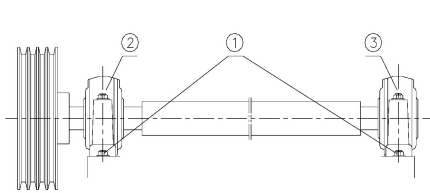

图 8
(1) 使用轴承座的情况 **Using of bearing house**
轴承座上螺栓按（图 8）所示程序锁紧：在底部二侧的螺栓①先行锁紧，对于水平中分型的轴承座先慢慢地锁紧自由侧的螺栓②（轴承的自由侧一般取在非电动机一侧，但是对于 E 式传动及热风机亦有取在电机一侧的），然后再锁紧非自由侧螺栓③。